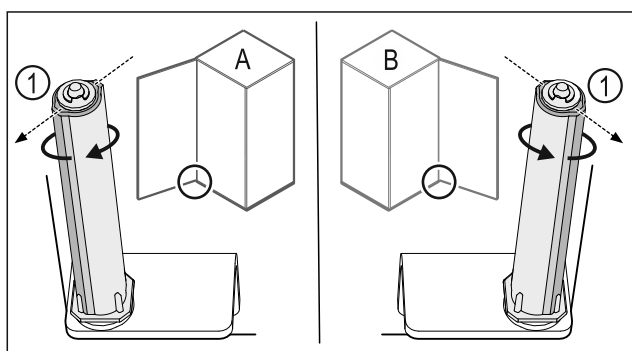

Fig. 30 Bal oldali ütköző (A) / Jobb oldali ütköző (B)
- ▶ Forgassa el a zárrendszert az ellenállással szemben, amíg a zárrendszer Fig. 30 (1) támasztója kifelé nem mutat.